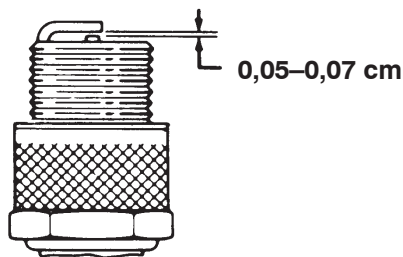

Bild 32
- Der korrekte Abstand beträgt 0,05 bis 0,07 cm (Bild 32).